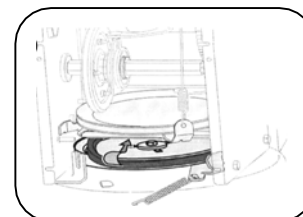

Рис. 30
- 4.Снимите приводной ремень со шкива и между фрикционным колесом и диском фрикционного колеса. См. рис. 30.